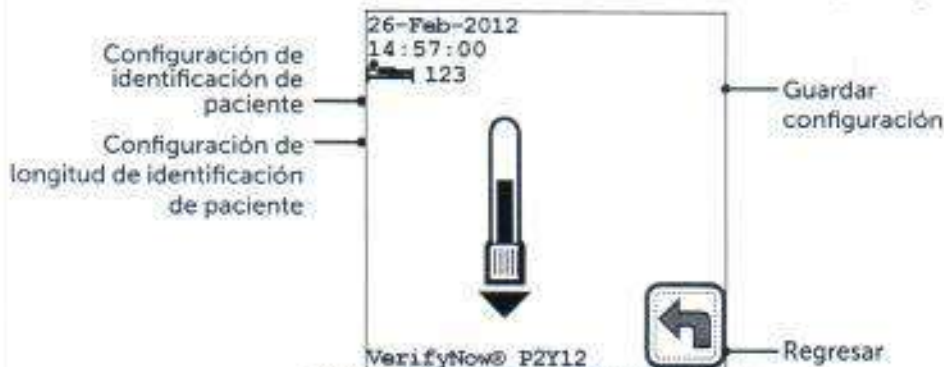

Figura 7-5 Configuración de identificación de paciente
- Pulse la tecla Parámetro  para mostrar las configuraciones (Figura 7-5). Consulte el Apéndice para obtener información sobre la navegación en la sección Mantenimiento.